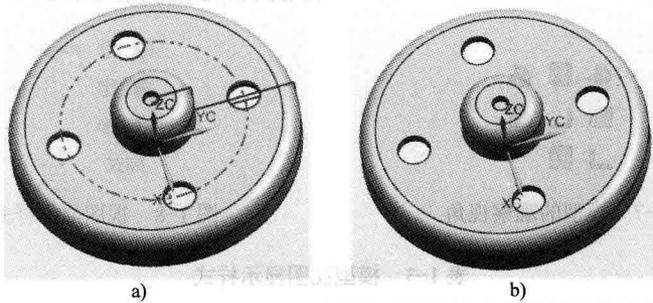

图 1-10 隐藏草图对象
1) 选择菜单“编辑”→“显示和隐藏”命令，弹出如图 1-9 所示的“显示和隐藏”对话框。单击对象右边的“+”或“-”将显示或隐藏该对象。例如，单击“显示和隐藏”对话框中“草图”右侧的“-”号，将草图对象隐藏，如图 1-10 所示。